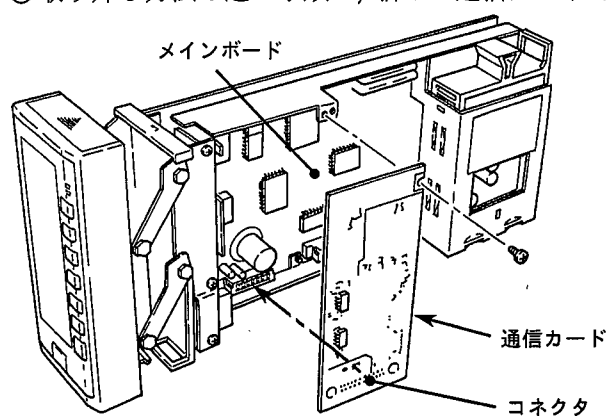

図11.8 通信カードの交換
- ① フロントパネルをスイングアップし、内器を引き出します。
- ② ドライバで取り付けネジを緩めます。
- ③ 通信カードをやや左にずらしながら、右側をねじるようにして手前に引き、取り付けネジより手前にします。
- ④ コネクタ部の左右を持ち、手前に引き抜きます(図11.8参照)。
- ⑤ YSネット通信カードの場合は、さらにメインボードとフラットケーブルで接続されており(下図では省略)、メインボード側のコネクタを引き抜きます。
- ① 取り外し方法と逆の手順で、新しい通信カードをセットします。